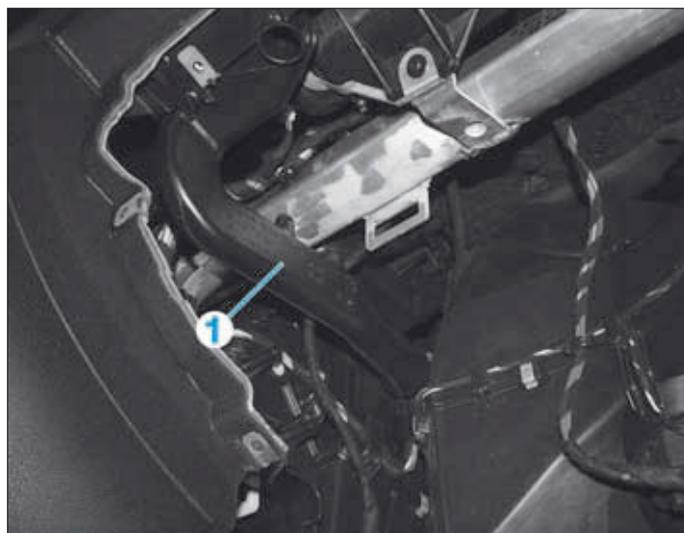

FIG. 14
- déposer le tuyau d'air (1) (Fig.14),